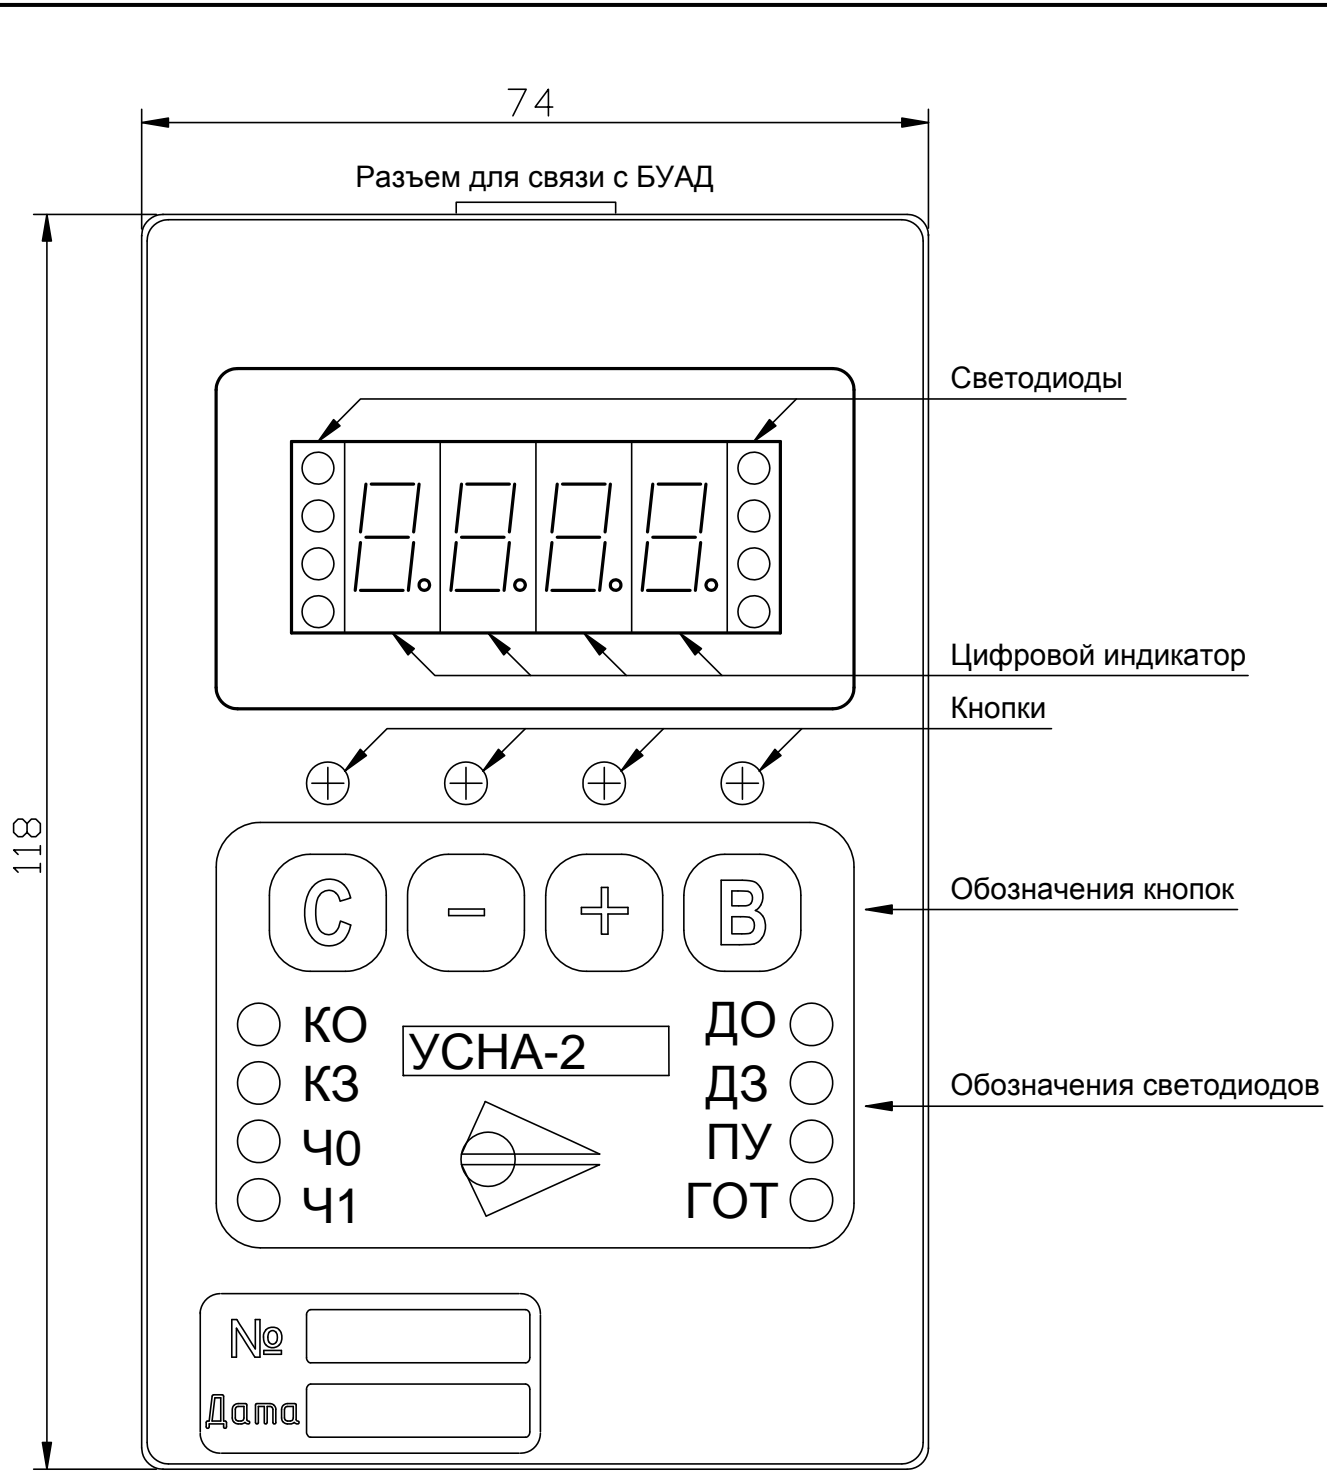

Рис.1. Внешний вид *Устройства настройки УСНА*, исполнение 1.
Устройство применяется для обмена информацией с БУАД посредством кабеля двустороннего последовательного обмена УСНА-БУАД, через который также осуществляется питание *Устройства*. Разъем для подключения кабеля к *Устройству* показан на **рис.1, 2**.
Устройство имеет два исполнения, отличающихся только корпусами (**рис.1, 2**).
Габаритные размеры *Устройства* приведены на **рис.1, 2**.
3.4.1. Панель управления *Устройства* (рис.1, 2) состоит из